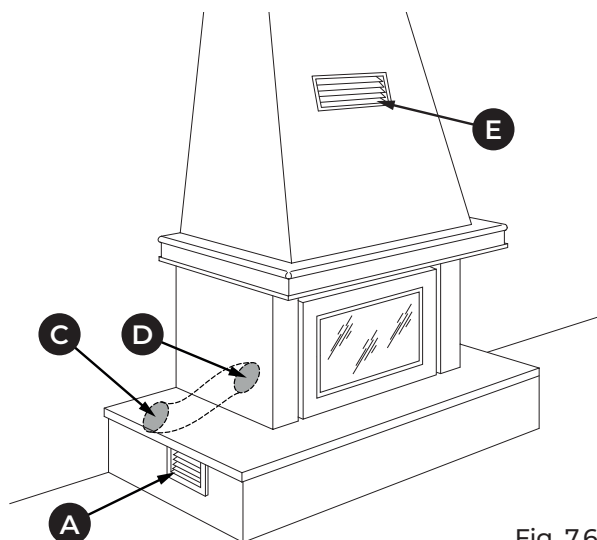

Fig. 7.6
- Fig. 7.6: prise d'air extérieur (C) canalisée jusqu'au foyer. Grille inférieure (A) fournie pour la circulation de l'air ambiant sur le revêtement.